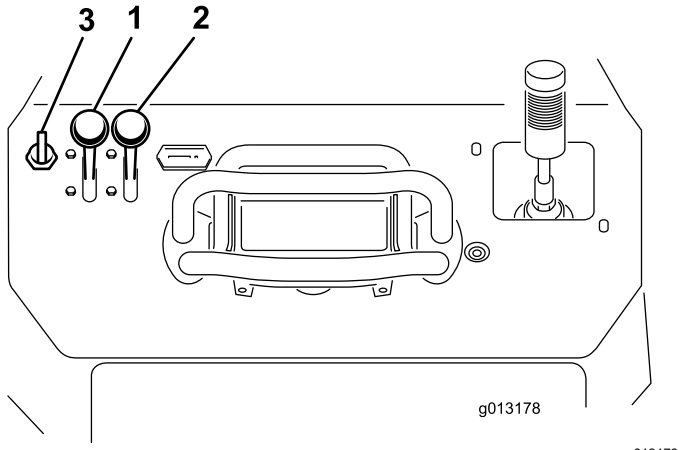

Figura 17
1. Deplasați maneta de accelerație până la jumătatea distanței dintre pozițiile LENT și RAPID (Figura 17).
2. Deplasați maneta de oc în poziția PORȚIT (Figura 17).
3. Rotiți cheia în poziția PORȚIT (Figura 17). După pornirea motorului, eliberați cheia.
4. Deplasați lent maneta de oc în poziția OPRIT (Figura 17). Dacă motorul se calează sau ezită, cuplați din nou ocul până la încălzirea motorului.
5. Deplasați maneta de accelerație în poziția dorită (Figura 17).